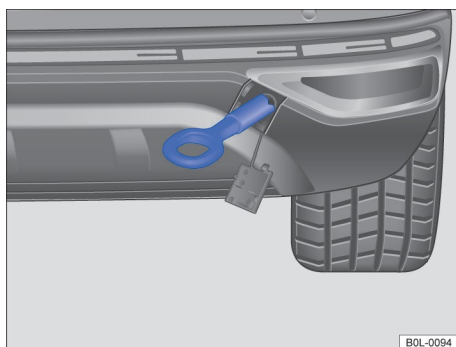

Рисунок 128. Верхняя правая сторона заднего бампера: прикрутите буксирное кольцо
- Плотно завинтите буксирное кольцо в опору против часовой стрелки. → Рисунок 128 → ⓘ. С помощью подходящего инструмента достаточно и надежно ввинтите буксирное кольцо в кронштейн.